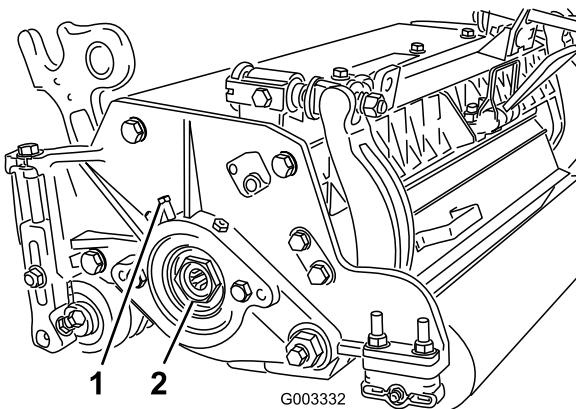

图 32
- A. カッティングユニットの左側にあるベアリング・ハウジングにベアリング調整ナットを固定している固定ネジをゆるめる(図32)。